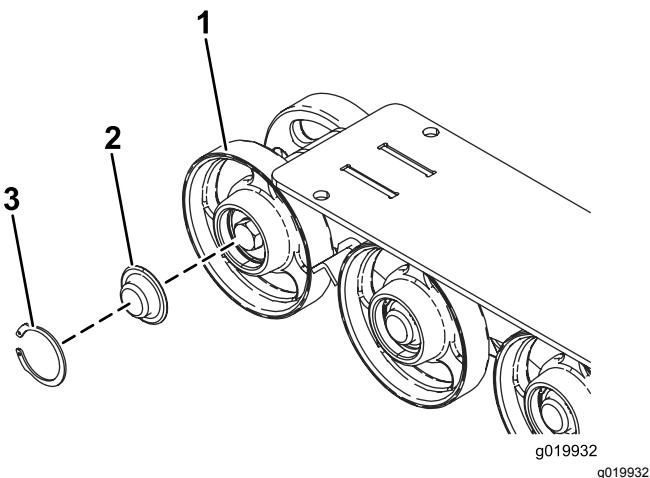

Figura 51
- Rimuovete l'anello elastico e il tappo da una ruota non motrice (Figura 51).
6. Controllate il grasso sotto il tappo e attorno alla guarnizione (Figura 51). Se è sporco, sabbioso o consumato, eliminate completamente, sostituite la guarnizione e applicate grasso nuovo.
8. Collocate il tappo ingrassato della ruota non motrice sulla testa del bullone (Figura 51).
9. Fissare il tappo della ruota con l'anello elastico (Figura 51).